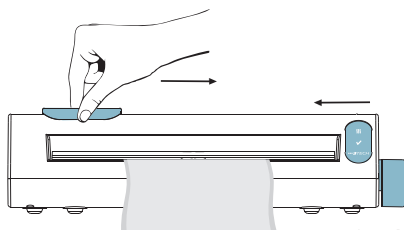

Abb. 3
- 4 Bevor Sie den Schweißgriff anheben, schneiden Sie die Verpackung, indem Sie den Klingenhalter von einer Seite zur anderen und ihn dann wieder zurück in die Ausgangsposition schieben (Abb. 3).